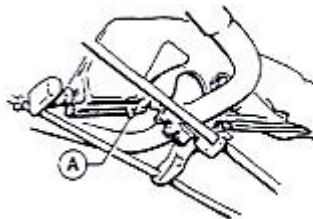

Fig. 17
- Sprøjt fedt ind i fedtpunkt A (fig.17) for at smøre styrets drejningspunkt, indtil fedtet løber ud.